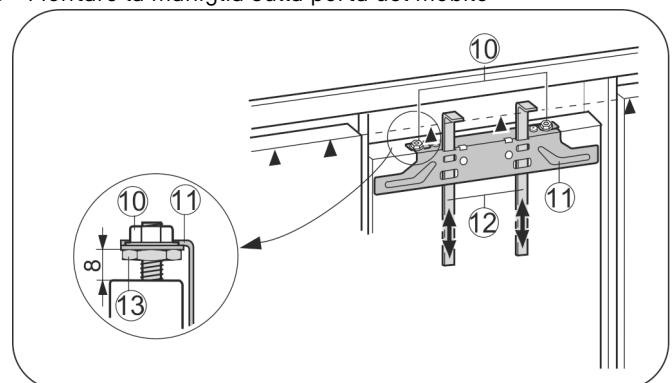

Fig. 25
- Spingere gli attrezzi di montaggio Fig. 25 (12) verso l'alto, all'altezza dell'anta del mobile. Bordo inferiore di battuta ▲ dell'attrezzo di montaggio = Bordo superiore dell'anta da montare.
- ▶ Allentare la traversa di fissaggio Fig. 25 (11) svitando i controdadi Fig. 25 (10).